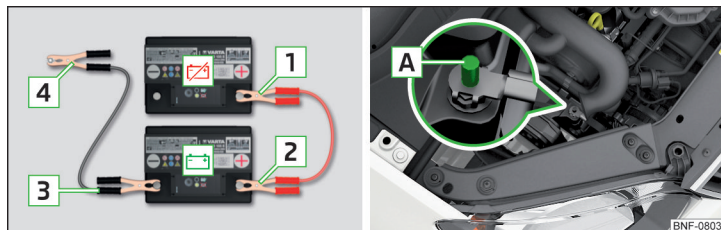

Fig. 155 Auxílio de arranque: - bateria descarregada, - bateria fornecedora de corrente / ponto de massa do motor no sistema START-STOP
- Nos veículos **com** o sistema START-STOP, fixar a pinça **4** no ponto de massa do motor **A** » Fig. 155.